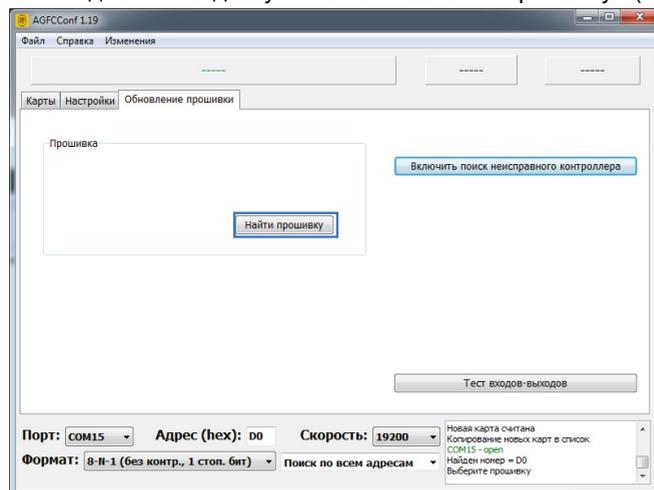

Рис.24. Выбор прошивки для загрузки в неисправный контроллер.
4. Подключить ТРК «AGFC» с поврежденной прошивкой к программатору «TKLS-Prog», подключенному к компьютеру. Программа «AGFCConf» обнаружит неисправное устройство и предложит выбрать файл прошивки для загрузки в это устройство – в окне состояния появится сообщение «Выберите прошивку» и на вкладке станет доступной кнопка «Найти прошивку» (Рис.24).